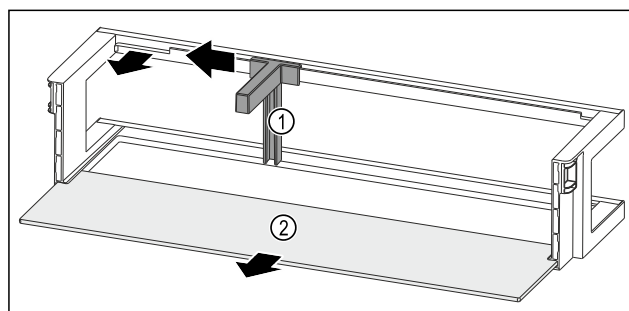

Fig. 203 Türabsteller mit Flaschenhalter und Abstellfläche
- Flaschenhalter Fig. 203 (1) bis zur Aussparung zur Seite schieben.
- Flaschenhalter Fig. 203 (1) entnehmen.
- Abstellfläche Fig. 203 (2) entnehmen.